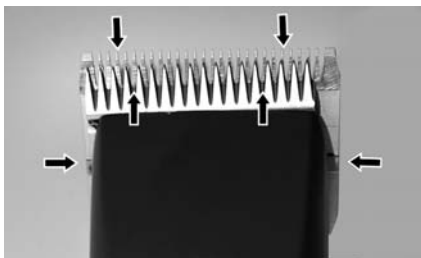

Fig. 22
Para conseguir un buen resultado de esquila y para alargar la duración de la esquiladora, es imprescindible aplicar una fina capa de aceite sobre las cuchillas superior e inferior (fig. 22).
- Lubrique los peines suficientemente durante el esquila (como mínimo cada 15 minutos), para que no marchen en seco (fig. 22).
Es necesario lubricar los peines antes, durante y después de cada uso. Si los peines dejan rayas o se desaceleran, es una señal segura que necesitan aceite. Aplique algunas gotas de aceite de frente y lateralmente de los peines (flechas fig. 22). Quite el aceite sobrante por un pañuelo suave y seco. Aerosoles lubricantes no contienen suficientemente aceite para una buena lubricación, pero son convenientes para la refrigeración de los peines. Cambie de inmediato peines dañados o dentados a fin de evitar heridas.